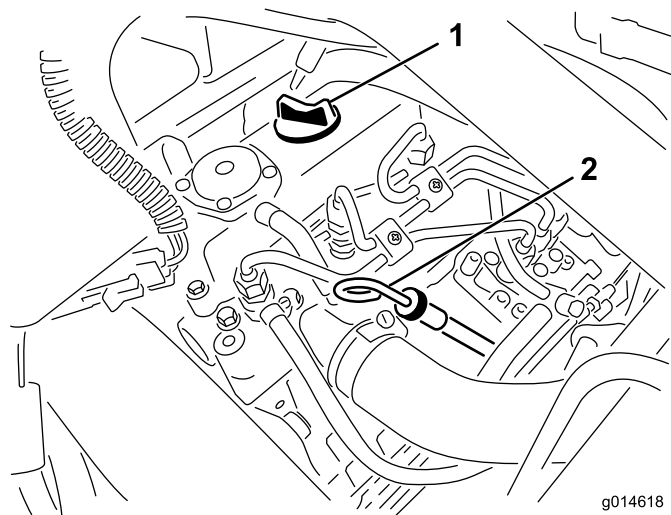

Figura 28
2. Retire a vareta e limpe-a com um pano limpo (Figura 28). Volte a colocar a vareta no tubo e verifique se está completamente introduzida. Retire a vareta do tubo e verifique o nível de óleo. Se o nível de óleo estiver baixo, retire o tampão de enchimento da cobertura da válvula e **lentamente** adicione óleo suficiente para elevar o nível de óleo até à marca Cheio, existente na vareta. Adicione o óleo lentamente e verifique o nível com alguma frequência durante o procedimento. **Não encha demasiado.**